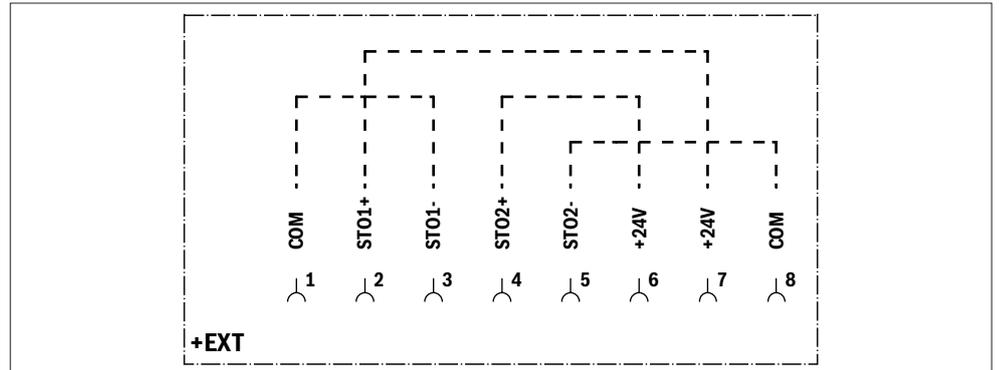

Abb. 19: Gebrückte Kontakte bei Deaktivierung der STO-Funktion
- Möchten Sie das CytroPac ohne STO-Funktion betreiben, müssen folgende Kontakte der Leitungsdose, wie in Abb. 19 dargestellt, gebrückt werden.